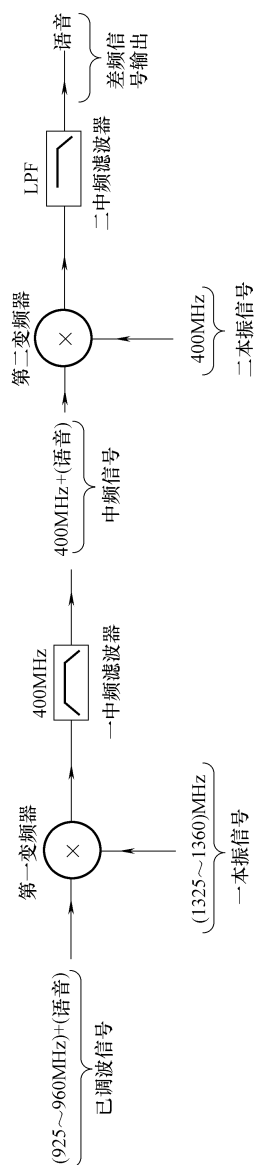

图 4-4 二次变频接收电路示意图
2) 二次变频接收电路。图 4-4 所示的, 二次变频接收电路就是将已调制的高频载波信号 ($925 \sim 960\text{MHz} + \text{语音信号}$) 与第一本机振荡电路产生的本振信号 ($1325 \sim 1360\text{MHz}$) 进行第一次差频, 得到中频信号 ($400\text{MHz} + \text{语音信号}$); 然后再与二本振荡信号 (400MHz) 进行第二次差频, 得到语音信号。